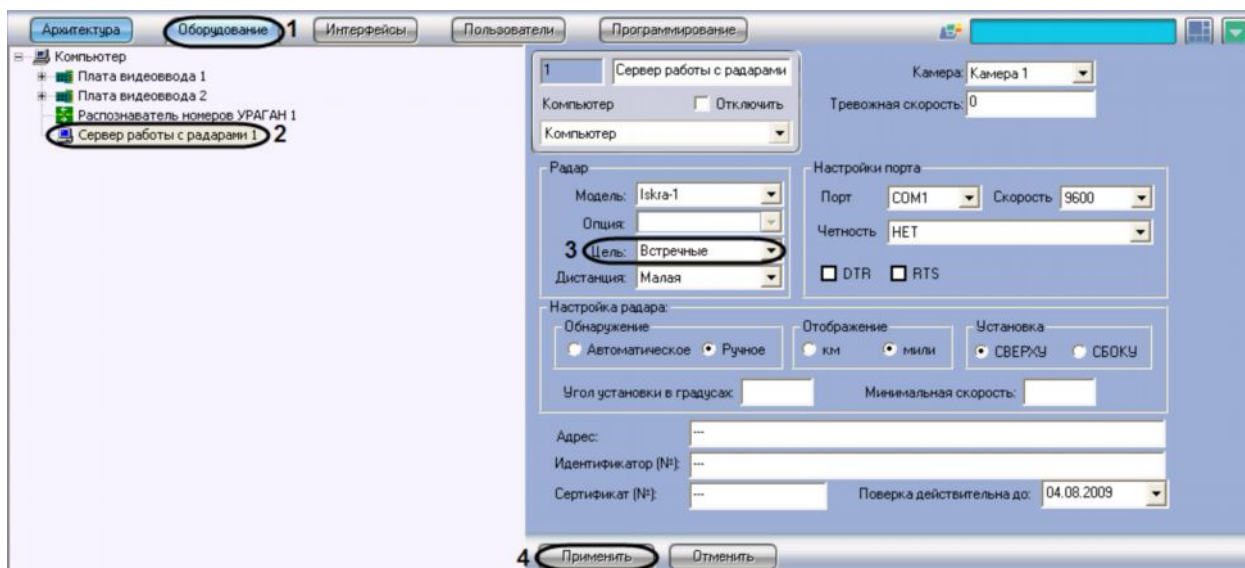

Рис. 7.4.7-1 Выбор направления движения транспортного средства, относительно устройства «Радар»
1. В диалоговом окне «Настройка системы» перейти на вкладку «Оборудование» (см. Рис. 7.4.7-1, 1).
2. В дереве объектов на вкладке «Оборудование» выбрать объект «Сервер работы с радарам», соответствующий настраиваемому программному модулю «Радар» (см. Рис. 7.4.7-1, 2). В правой части вкладки «Оборудование» отобразится панель настройки выбранного объекта.
3. В списке «Цель» выбрать направление движения транспортного средства относительно устройства «Радар» для определения скорости движения (см. Рис. 7.4.7-1, 3).
4. Нажать кнопку «Применить» (см. Рис. 7.4.7-1, 4).